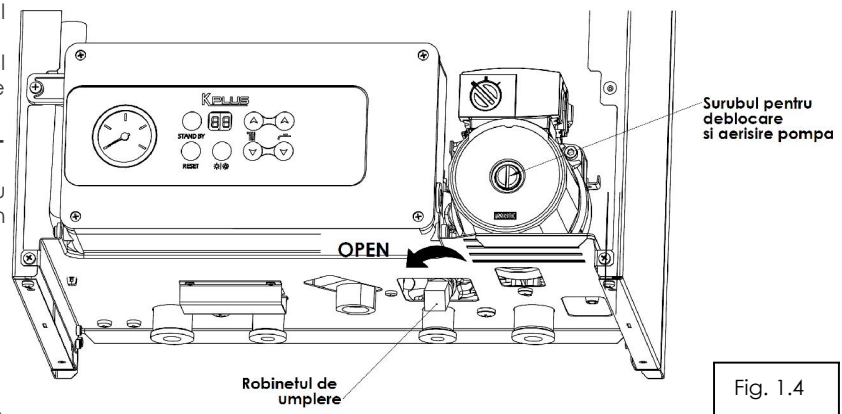

Fig. 1.4
- Se deschide robinetul de umplere (fig. 1.4) al centralei și cele ale instalației de termoficare/apa menajeră;
- Se aerisește lagarul posterior al pompei prin desfacerea surubului de deblocare indicat în fig. 1.4;